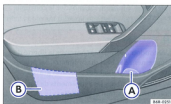

Fig. 84 Côté conducteur : rangement et porte-bouteilles.
Les portes avant sont dotées de rangements ⇒ fig. 84 dans lesquels vous pouvez ranger une bouteille de 1,5 l (A) et de petits objets (par ex. un gilet de signalisation). ◀